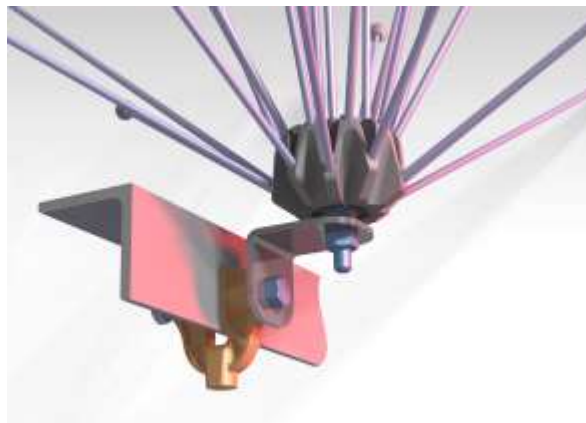

Рис. 4.
3.3. Установка на вертикальную полку уголка снизу показана на рис. 4. При этом используется дополнительная деталь – «дистанционный уголок» (поставляется по отдельному заказу)